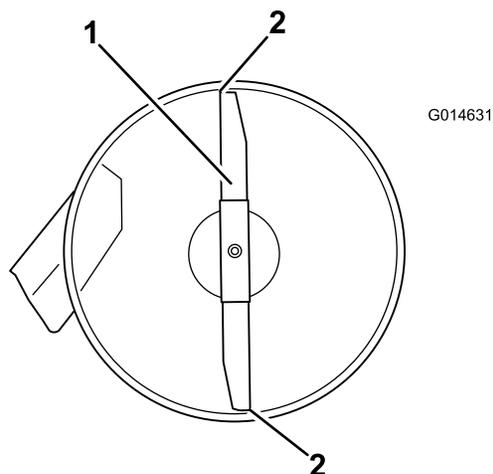
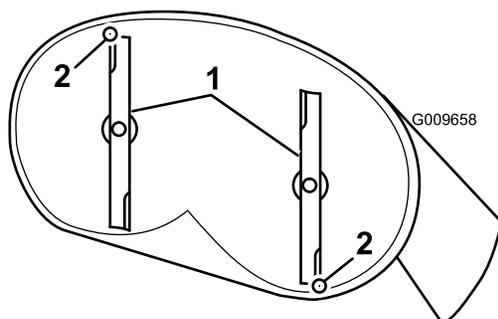

Figura 67
Figura 68
4. Girate con cautela la lama o le lame in modo che siano disposte longitudinalmente (Figura 67 e Figura 68).
5. Misurate il valore dalla punta della lama anteriore e dalla punta della lama posteriore alla superficie piana (Figura 67 e Figura 68).
9. Dopo la regolazione, ricontrollate l'inclinazione longitudinale e continuate la regolazione del dado finché la punta della lama anteriore non è più bassa di 1,6-7,9 mm rispetto a quella posteriore (Figura 67 e Figura 68).